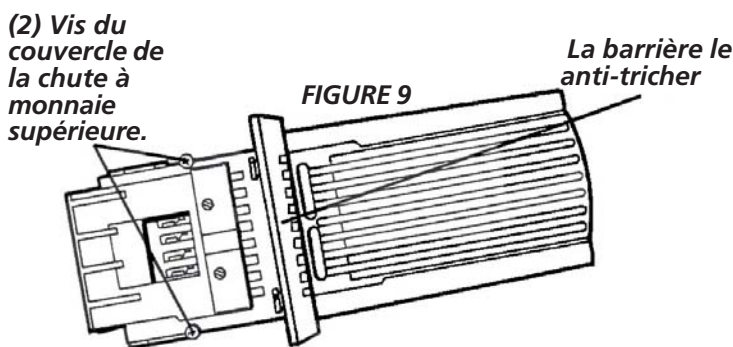

FIGURE 9
- Démontez les deux vis fixant le couvercle supérieur de la chute à monnaie. Retirez le couvercle (voir Figure 9).
Posez la glissière dans la chute à monnaie. La glissière ne peut être insérée que si la gâchette anti-ivol dans la bride est poussée à gauche (voir Figure 9).